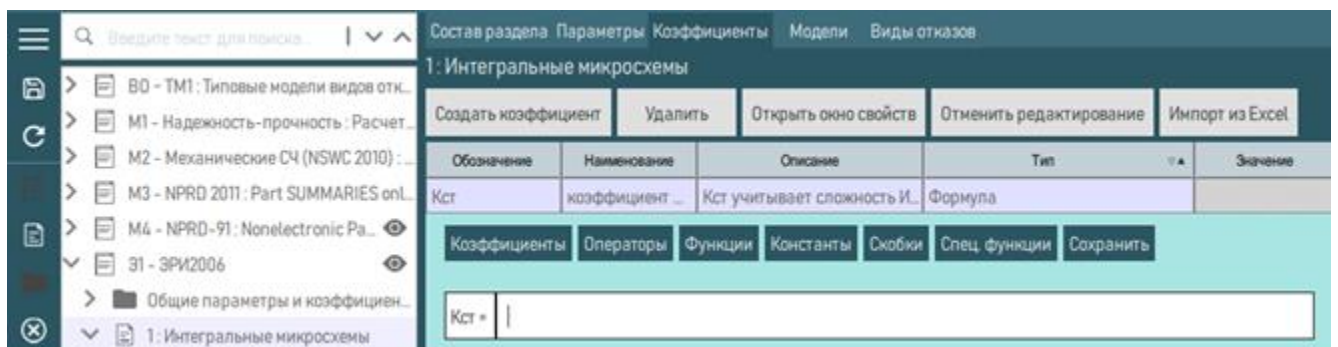

Рисунок 95 – Редактирование формулы для коэффициента
3) В открывшемся окне в поле для ввода ввести формулу, при необходимости использовать функции кнопок (таблица 7), расположенные над полем для ввода формулы (рисунок 95).